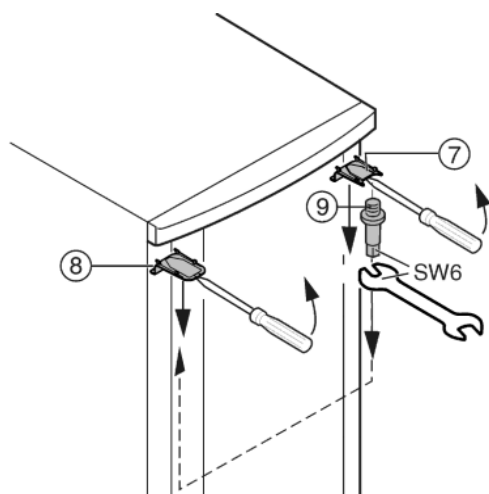

Fig. 6
- Lossa den övre täckbrickan Fig. 6 (7) och täckbrickan Fig. 6 (8) framåt med hjälp av en skruvmejsel och tag sedan ut dem snett nedåt.
- Skruva ut lagerbulten Fig. 6 (9) och skruva fast den på den motsatta sidan med (**med 4 Nm**).
- Återmontera täckbrickan Fig. 6 (7) på lagerbultens sida: sätt in den baktill och lås den framtill.
- Montera täckbrickan Fig. 6 (8) på den motsatta sidan: sätt in den baktill och lås den framtill.
- Haka fast dörren i lagerbulten Fig. 6 (9).